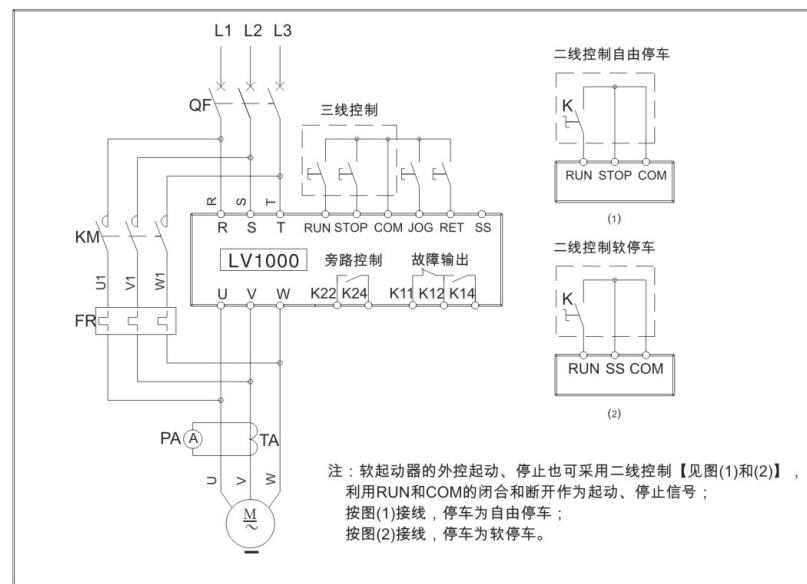

图 5-2
- LV系列1000型软起动器在起动完成后无在线运行功能，使用时必须配接旁路接触器KM，详见图5-2。
- LV系列1000型软起动器在起动完成并旁路接触器投入运行后，仅具备输入电压缺相保护功能，所以在使用时，电机侧必须加装热继电器FR或电机保护器来实现对电机的保护，详见图5-2。
- LV系列1000型软起动器外部起动、停车控制有两种接线方式，即三线控制接线及两线控制接线，详见图5-2。
★表示外控有两种接线方式，详见基本接线图5-2。
- ① 应根据负载的特性选择合适的起动模式。
- ② 为保证电机的起动效果，斜坡初始电压不可设置过高，一般情况下设置为25%~50%范围内。
- ③ 电压的百分比是指即时引入电网电压的百分比。
- ④ 电流的百分比是指当前额定电流的百分比（即C项功能对应的电流值）。
- ⑤ 当起停方式被设置为3（键盘盒外控均有效），而外控连接为两线控制方式时（详见第8页图5-2），键盘起动（**RUN**）键和（**STOP**）键无效。